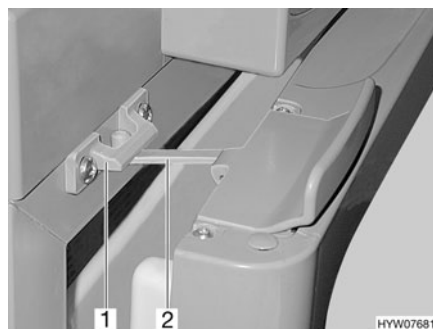

Fig. 206 Puerta del frigorífico en posición de ventilación (Thetford)
- Abrir el bloqueo (Fig. 206,2) y engatillarlo en el alojamiento del bloqueo (Fig. 206,1). De este modo, la puerta del frigorífico quedará ligeramente abierta.